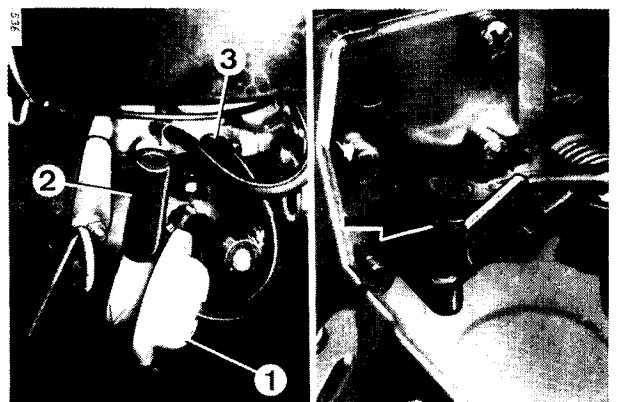

Bild 23
7. SCHUBLUFTVENTIL (Bild 23)
- Schlauch (2) vom Luftfilter abziehen.
- Drehzahl auf 3000/min bringen und Drosselhebel loslassen. Dabei muß die Drosselklappenanschlagschraube (Pfeil) kurzzeitig auf Schubstellung (Anschlag) gehen. Gleichzeitig muß eine Druckdifferenz am Schlauch (2) spürbar sein.
- Ist keine Druckdifferenz spürbar, Schläuche und Vergaseranschluß (3) auf Durchgang und Defekt überprüfen, ggf. Schubluftventil (1) ersetzen.
- Kontrollieren, ob Drosselklappenanschlagschraube (Pfeil) Bild 23 auf Anschlag liegt.